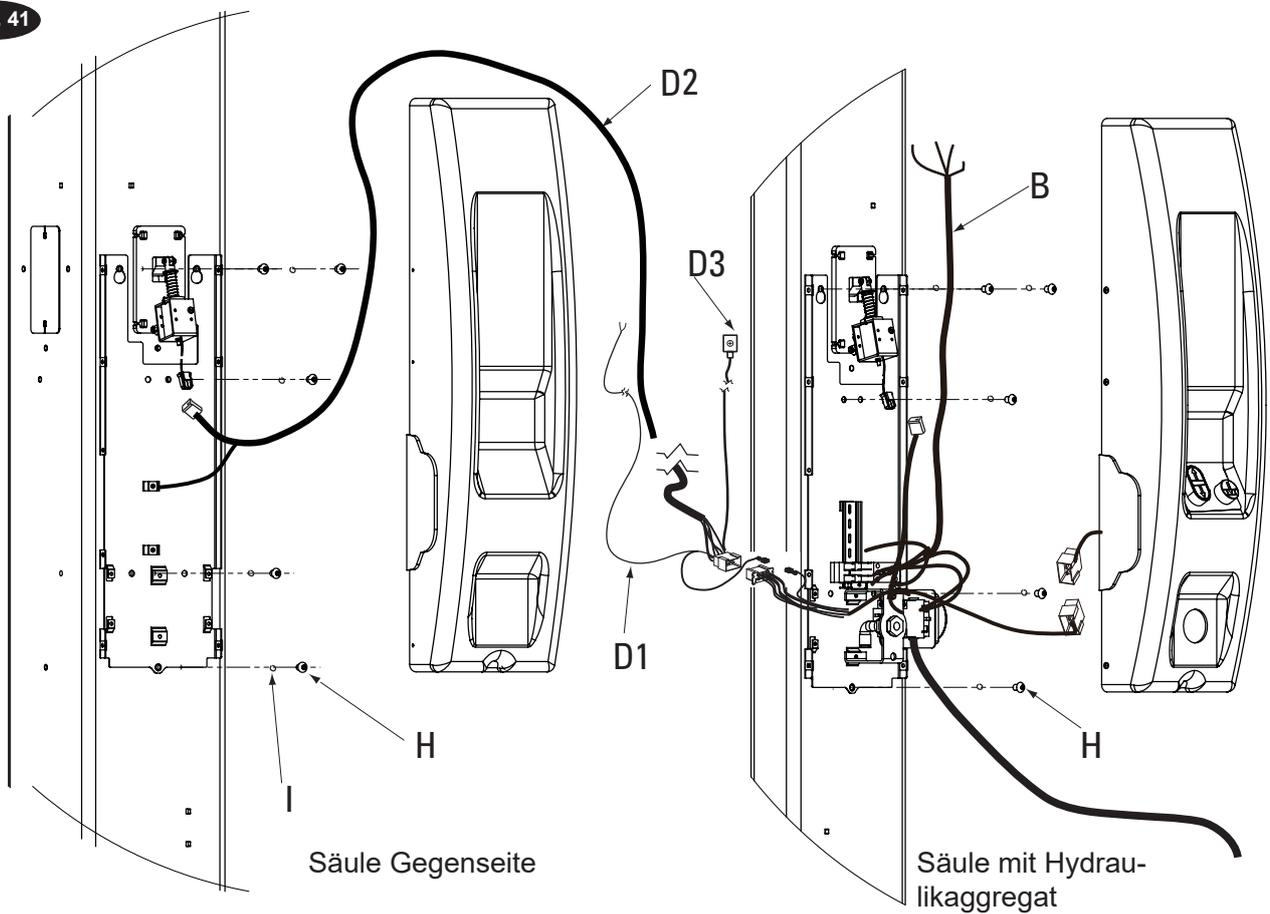

Abb. 44
- Überprüfen Sie den Schalter, um sicherzustellen, dass er durch Anheben der Schaltleiste durch aktiviert wird. Der Schalter wird als stromlos geschlossen verkabelt und schaltet den Motor aus, wenn er aktiviert wird, siehe Abb. 44, 45, 46 und 47.